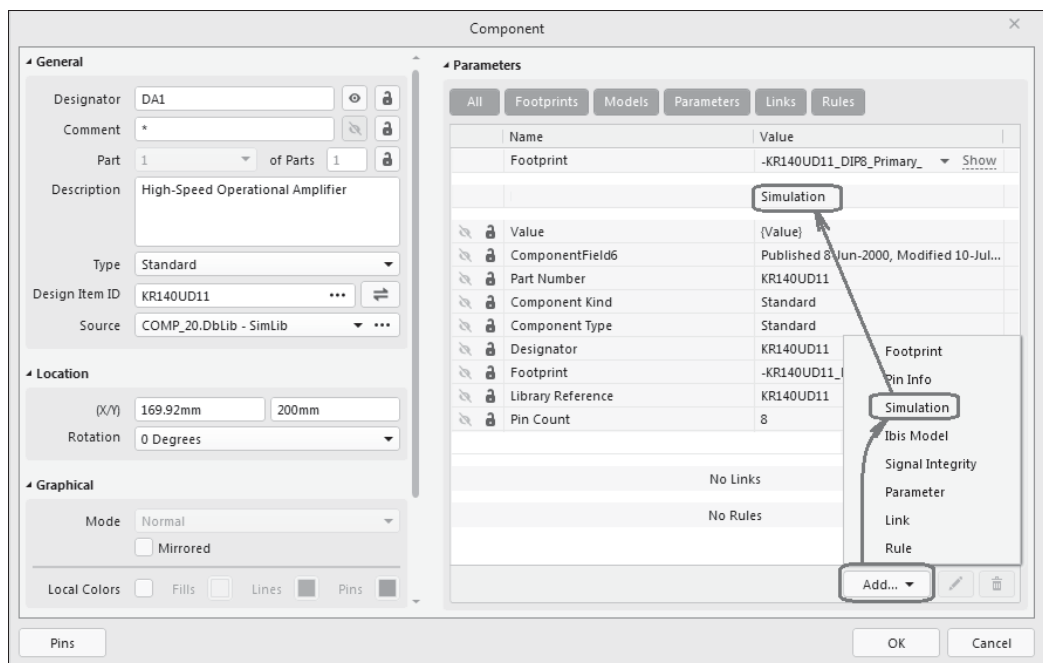

Рис. 8.1. Диалоговое окно управления свойствами компонента: присоединение SPICE-модели
1. В открытом схемном документе Altium Designer указать курсором на схемный символ и двойным щелчком левой кнопкой мыши открыть диалоговое окно управления свойствами схемного компонента **Component** (рис. 8.1). Для этой же цели может использоваться панель **Properties**, которую можно активизировать из среды редактора схемной библиотеки.